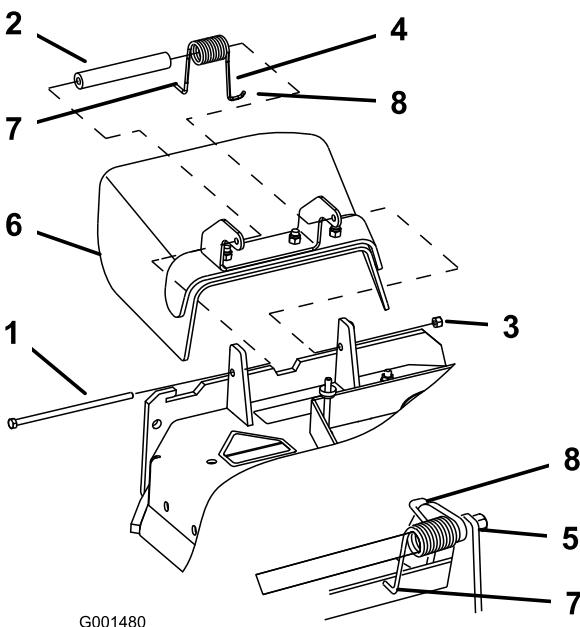

Figura 45
- Retire la contratuerca, el perno, el muelle y el espaciador que sujetan el deflector a los soportes de pivote (Figura 45). Retire el deflector de hierba dañado o desgastado.
Nota: Asegúrese de colocar el extremo en **L** del muelle detrás del reborde de la plataforma antes de instalar el perno, según se muestra en la Figura 45.
3. Instale el perno y la tuerca. Coloque el extremo en **J** del muelle alrededor del deflector de hierba (Figura 45).